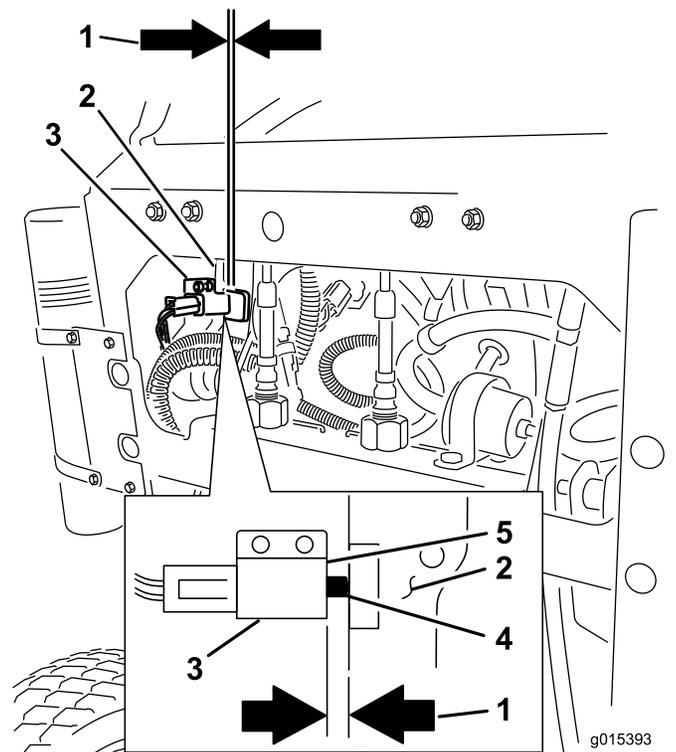

Bild 64
12. Prüfen Sie den Abstand zwischen dem Bremshebel und der Schaltervorderseite, wie in Bild 64 dargestellt. Der Abstand muss bei **aktivierter** Bremse 3 mm sein.